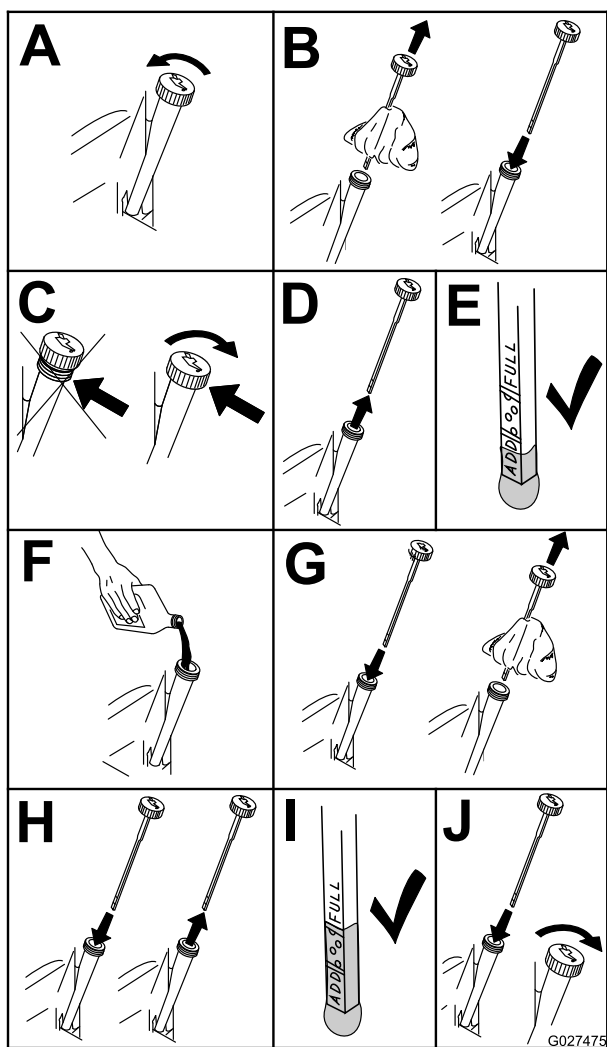

Figura 32
3. Para que no entre suciedad, recortes de hierba, etc., en el motor, limpie la zona alrededor del tapón de llenado/varilla de aceite antes de retirarlo (Figura 32).